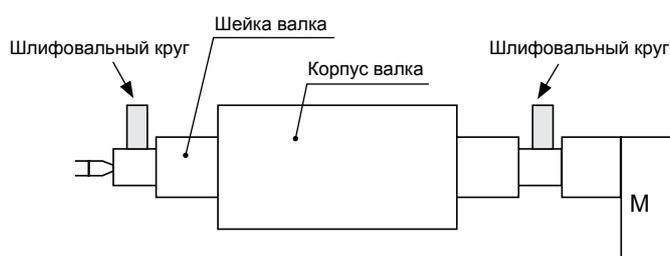

Рис. 3.29
- (1) Проведите шлифовку ступеньки (опоры вала), поверхность которой определяет точность профиля. После шлифовки замерьте отклонения от круглости, радиальное биение и отклонения от цилиндричности (Рис. 3.29).